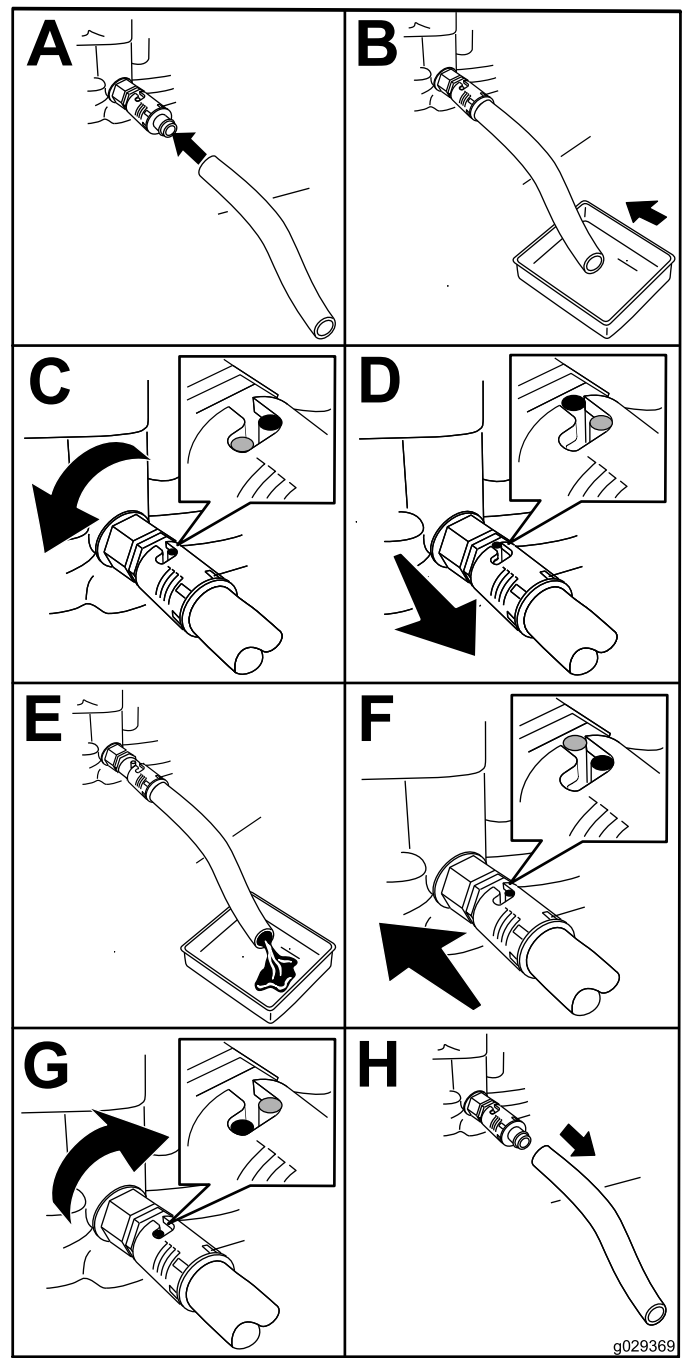

Figura 30
1. Montate il flessibile di spurgo sulla relativa valvola (Figura 30).
2. Posizionate l'altra estremità del flessibile (Figura 30) in una bacinella di spurgo della capacità di 1 litro.
3. Girate la valvola di spurgo dell'olio di 1/4 di giro in senso antiorario e lasciate spurgare completamente l'olio motore (Figura 30).
4. Girate la valvola di spurgo dell'olio di 1/4 di giro in senso orario per chiudere la valvola (Figura 30).
5. Rimuovete il flessibile di spurgo (Figura 30) e pulite eventuali fuoriuscite d'olio.